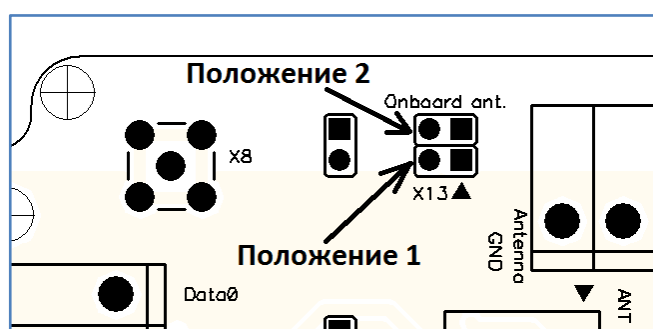

Рис. 4.
2. Если нет возможности использовать антенны и кабели с разъёмами SMA, то следует использовать контакты “Ant” и “Antenna GND”. При этом важно установить джампер на нижние два контакта (положение 1) разъёма X13 (Рис. 4.).
3. В некоторых случаях будет достаточно антенны разведённой на плате. Для этого установите джампер на разъём X13 в положение 2 (Рис. 4.).